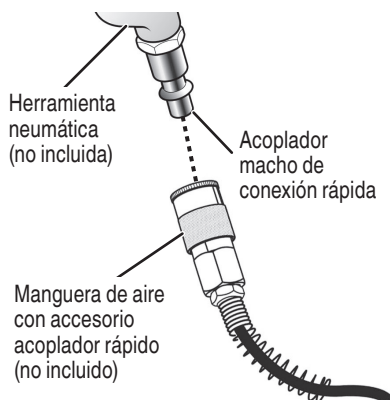

Fig. 11
- Conecte las herramientas neumáticas a la manguera de aire introduciendo el acoplador macho de conexión rápida en el acoplador rápido del extremo de la manguera (Fig. 11).